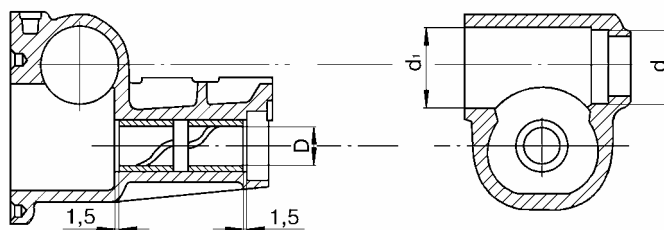

Рис.7.
4.2.1 Картер 2101-3401010 рулевого механизма, рис.7.